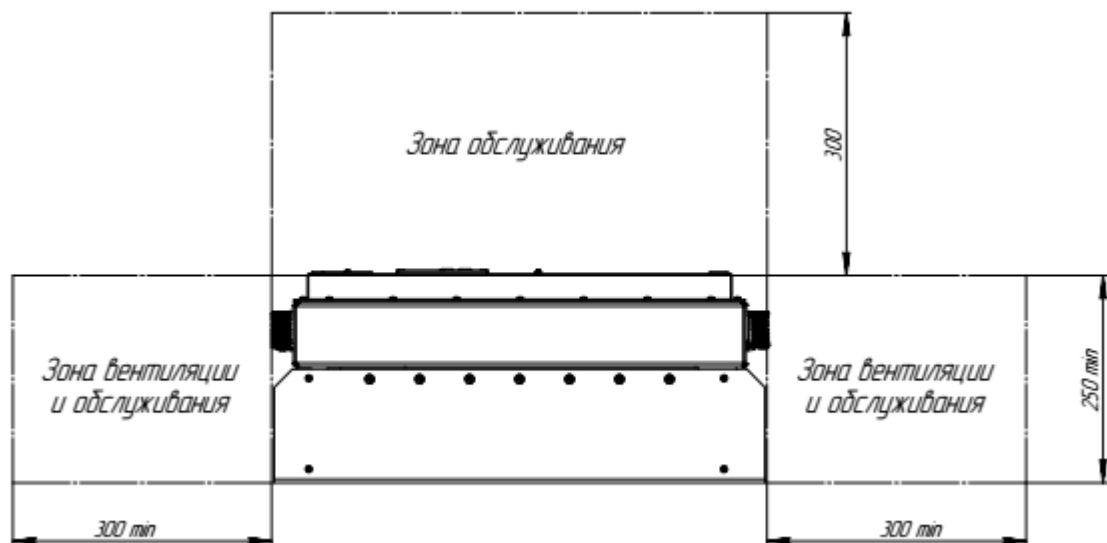

Рисунок 7 – Зоны вентиляции и обслуживания МПЧ
2.1.2.3 При выборе места размещения МПЧ должны быть предусмотрены зоны вентиляции и обслуживания (см. рис. 7).